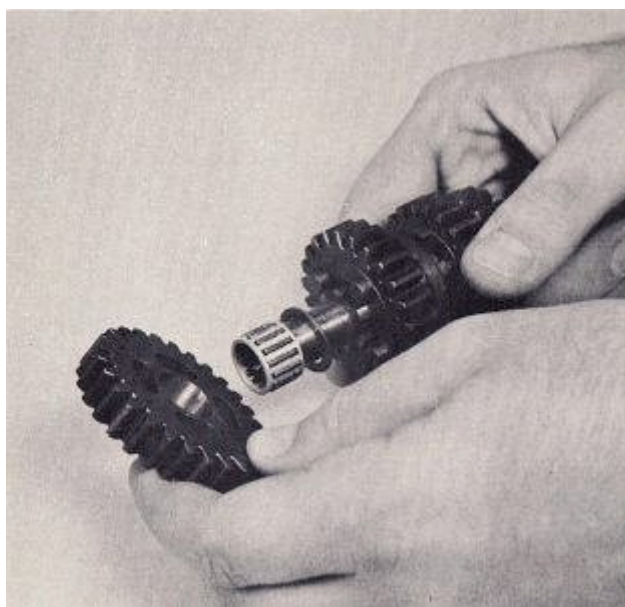

FIG. 51
3. Montar el engranaje en el layshaft, asegurándose de que están en el orden correcto y que los anillos de bloqueo son seguras. El tren de extrema izquierda en la layshaft es la primera layshaft ralenti artes. Se monta en un cojinete de agujas enjaulado. Cuando se instala en el eje, primero debe instalar la arandela espaciadora plana que es de aproximadamente .040 "de espesor o 1 mm. A continuación, instale el rodamiento de agujas y poner el equipo en el último, sobre el cojinete (Fig. 51).